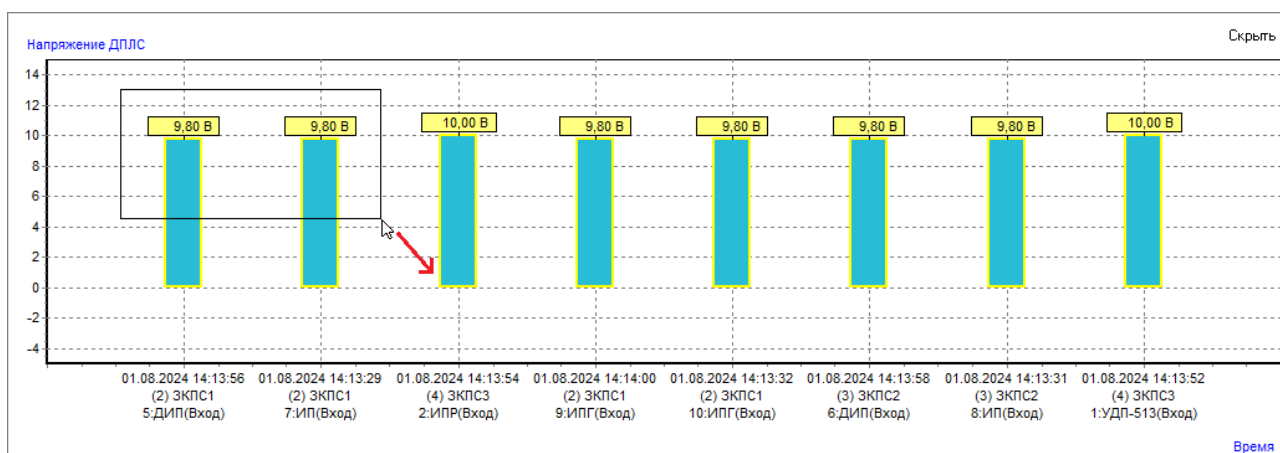

Рисунок 12-55 Увеличение масштаба области диаграммы
- чтобы увеличить масштаб области на диаграмме, выделите в области построения диаграммы ту область, которую необходимо увеличить, по направлению слева-сверху вправо-вниз (см. Рисунок 12-55);